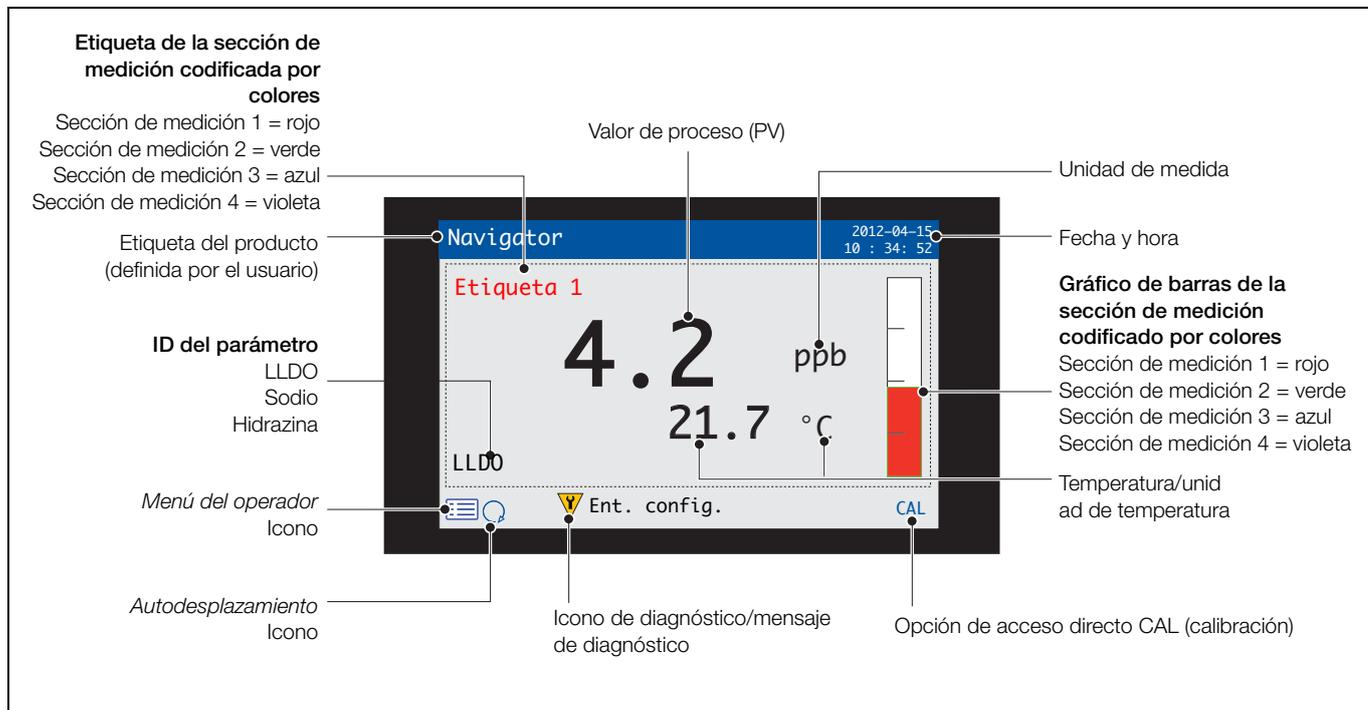

Fig. 6.5 Páginas del operador 2 a 5: descripción general
La Fig. 6.5 muestra un resumen de las *Páginas del operador 2 a 5*. Cada página del operador muestra el valor del proceso (PV) y la temperatura de una sola sección de medición. Las etiquetas fijas, codificadas por colores y asignables por el usuario (una por cada sección de medición instalada), y los gráficos de barras codificados por colores facilitan la identificación de cada sección de medición.